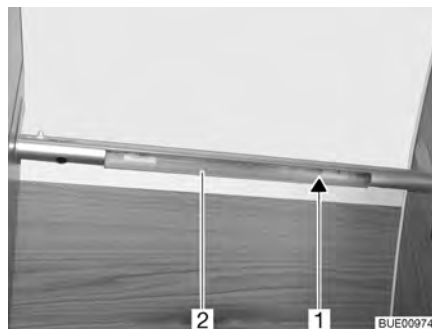

Fig. 212 Eclairage du cabinet de toilette
- Exercer une légère pression sur le couvercle (Fig. 212,2) avec les deux mains et le tirer vers le bas. Commencer toujours à tirer l'extrémité gauche ou l'extrémité droite.
- Retirer l'ampoule halogène (Fig. 212,1).